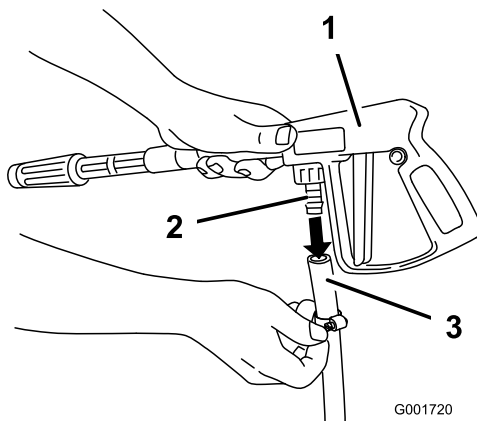

Figura 57
2. Ligue a extremidade livre da tubagem longa ao encaixe da pistola de pulverização (Figura 57).